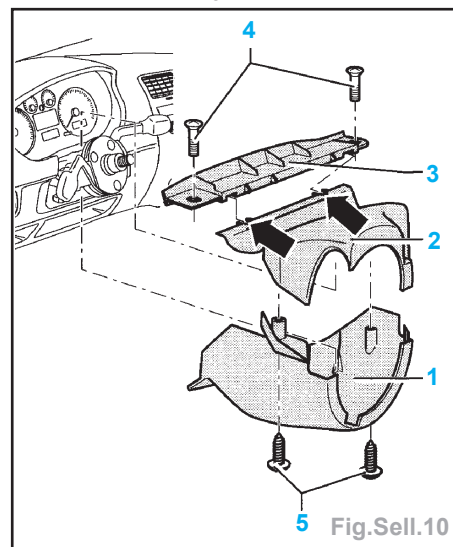

Fig.Sell.10
- Déposer les vis (5) et enlever le revêtement inférieur (Fig.Sell.10).